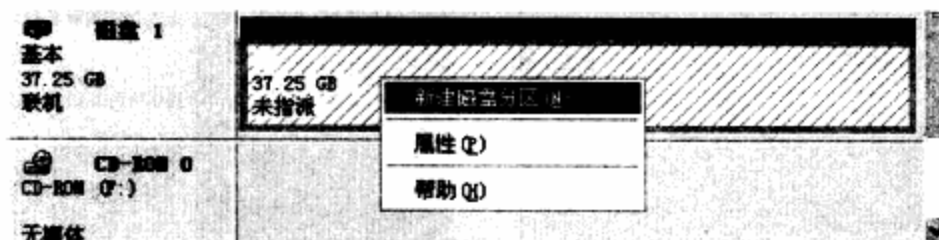

图4-54 准备分区界面
**步骤 03** 右击未指派的磁盘示意图上，在弹出的快捷菜单中选择“新建磁盘分区”命令，如图4-54所示。